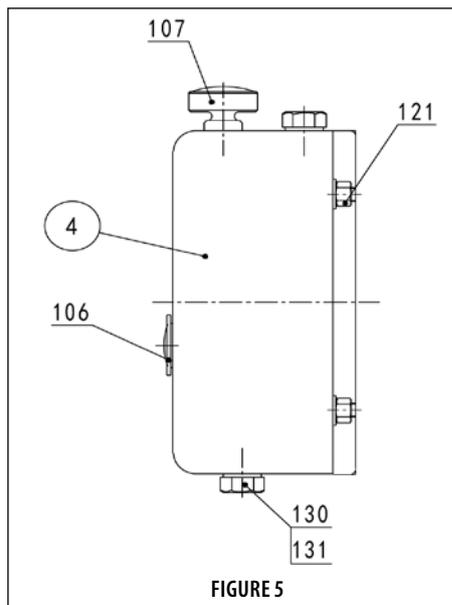

FIGURE 5
Voir figure 5. Déposer le bouchon de vidange (130) et le joint (131), ouvrir le filtre à air (107) et vidanger l'huile de lubrification de la boîte d'engrenages (04).